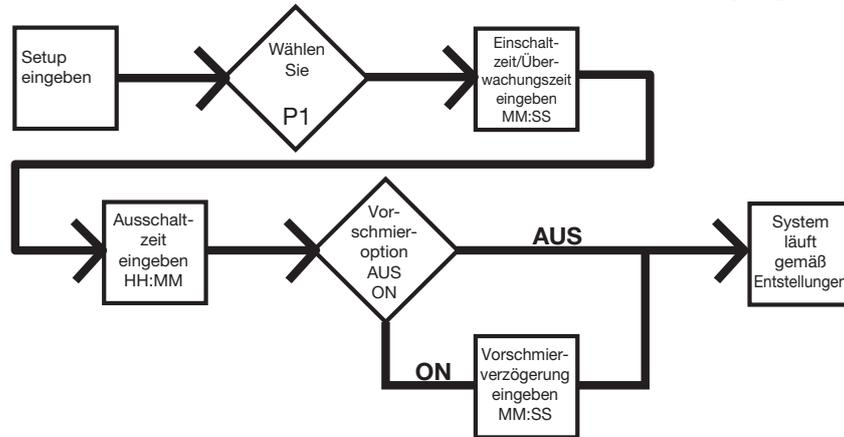

**ABB. 33**
2. Die Pumpe nur so lange betätigen, bis keine Luft mehr in dem aus der Verschraubung austretenden Schmierfett enthalten ist (ABB. 33).